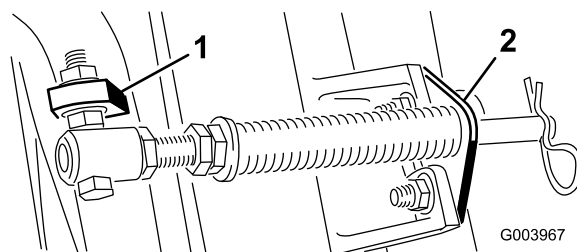
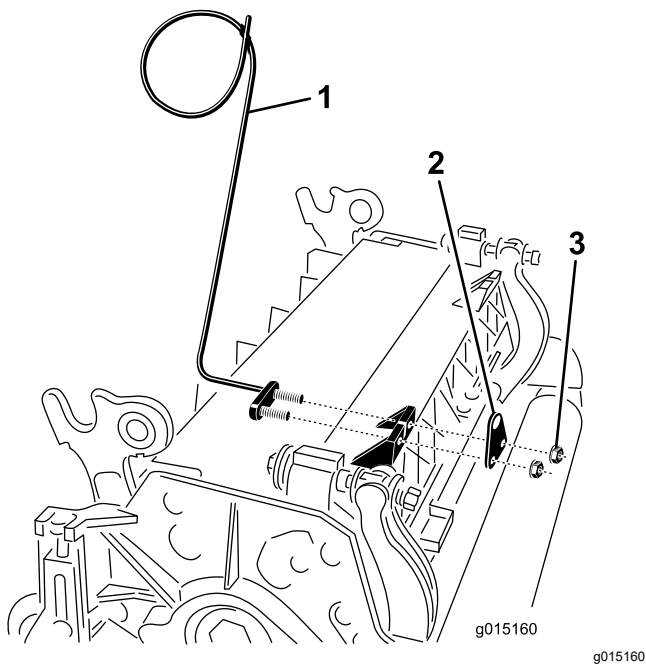

图 11
图 13
注意 将螺栓头朝向凸耳外侧如图 11 所示。
E. 使用车身螺栓和螺母将杆支架固定到滚刀组凸耳上图 11。在滚刀组上当重新安装杆支架时将左侧软管导管安装到滚刀组凸耳的前面(图 13)。